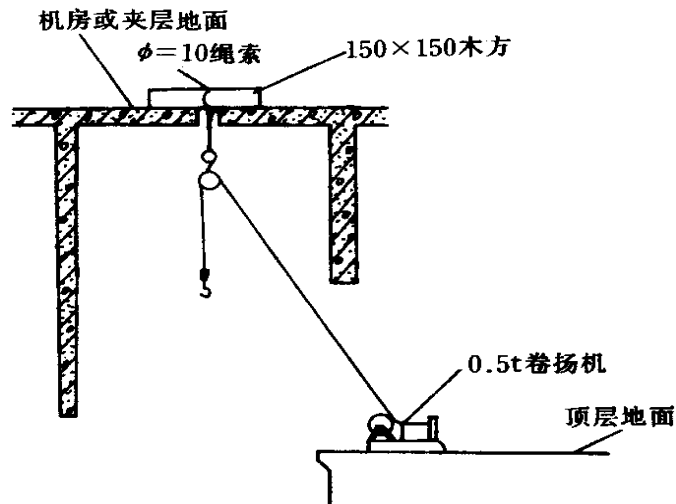

图 2-14 安装卷扬机
5. 在梯井顶层楼板下挂一滑轮并固定牢固。在顶层厅门口安装并固定一台 0.5t 的卷扬机（图 2-14）。